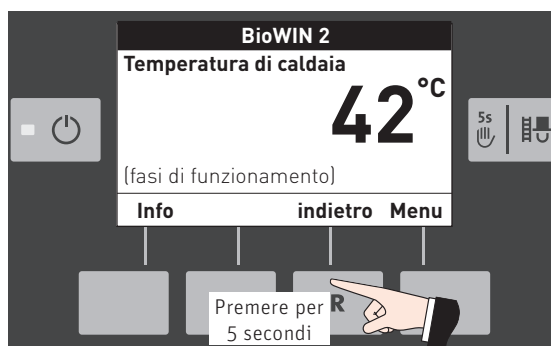

Fig. 108
- tenendo premuto il tasto "R" per 5 secondi nella visualizzazione standard, Fig. 108;